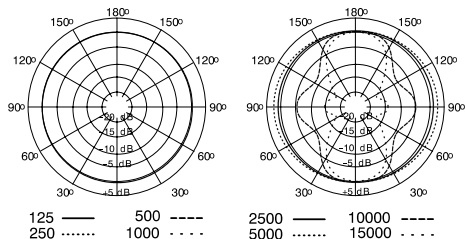

FIGURA 7. PATRONES DE CAPTACION POLAR TIPICOS
**Omnidireccional.** Capta los sonidos uniformemente de todas las direcciones. Este patrón es el mejor para captar sonidos ambientales en una sala o para captar varias fuentes sonoras al mismo tiempo, por ejemplo, un conjunto de instrumentos. Los patrones omnidireccionales no exhiben el efecto de proximidad. Vea la Figura 7.